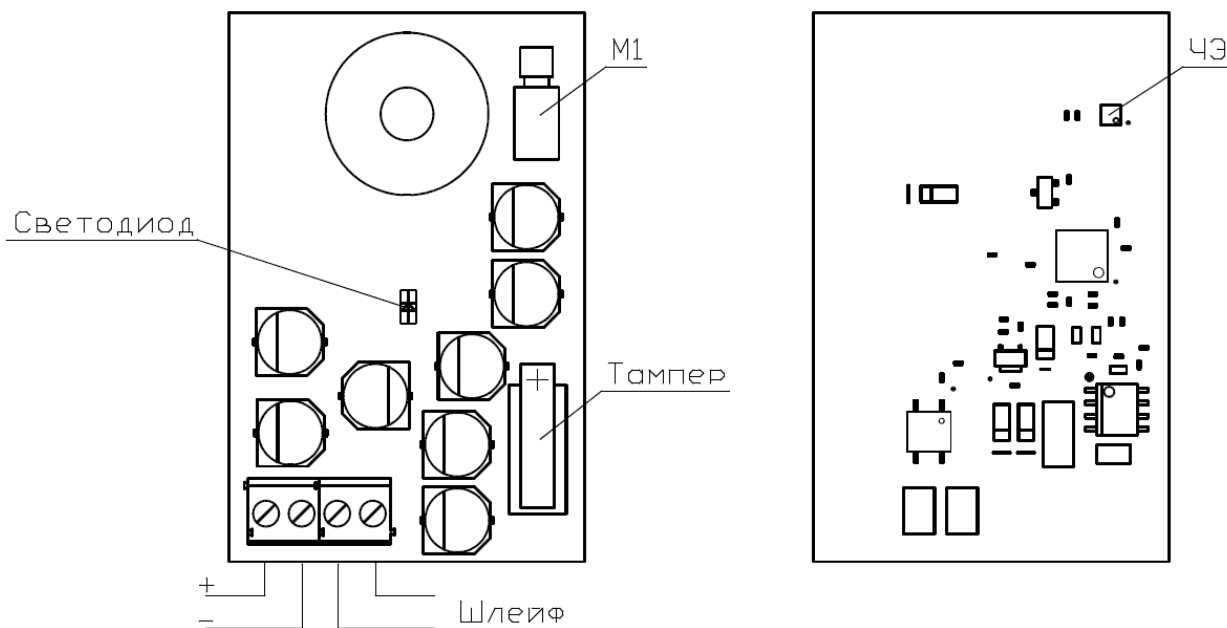

Рисунок 9. Схема подключения извещателя.
- Б. Подключить шлейф от ПЦН или ППК к извещателю «ВУЛКАН» рисунок 9.
- В. Подключить напряжение питания извещателя «ВУЛКАН» рисунок 9 и включить его.
В технологическом режиме предусмотрен алгоритм определения силы прижатия к охраняемой поверхности, а также индикации текущего состояния. Измерение силы прижатия основано на зависимости энергии вибрации, измеряемой чувствительным элементом, от вибрационных колебаний генерируемых вибромотором М1 (Рисунок 9).